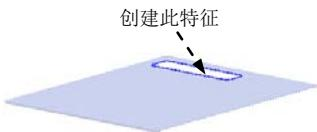
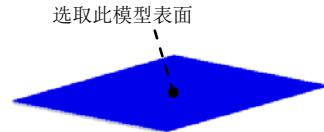
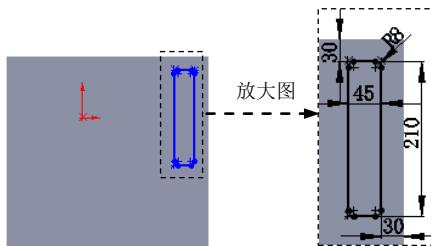

图 17.10.56 创建切除一拉伸 1
图 17.10.57 定义草图平面
图 17.10.58 横断面草图
Step4. 创建图 17.10.56 所示的切除一拉伸 1。选择下拉菜单 **插入(I)** → **切除(C)** → **拉伸(E)...** 命令；选取图 17.10.57 所示的表面作为草图平面，绘制图 17.10.58 所示的横断面草图；在 **方向1** 区域的 下拉列表中选择 **给定深度** 选项，选中 **与厚度相等(L)** 复选框与 **正交切除(N)** 复选框。其他采用系统默认设置值。单击 按钮，完成切除一拉伸 1 的创建。